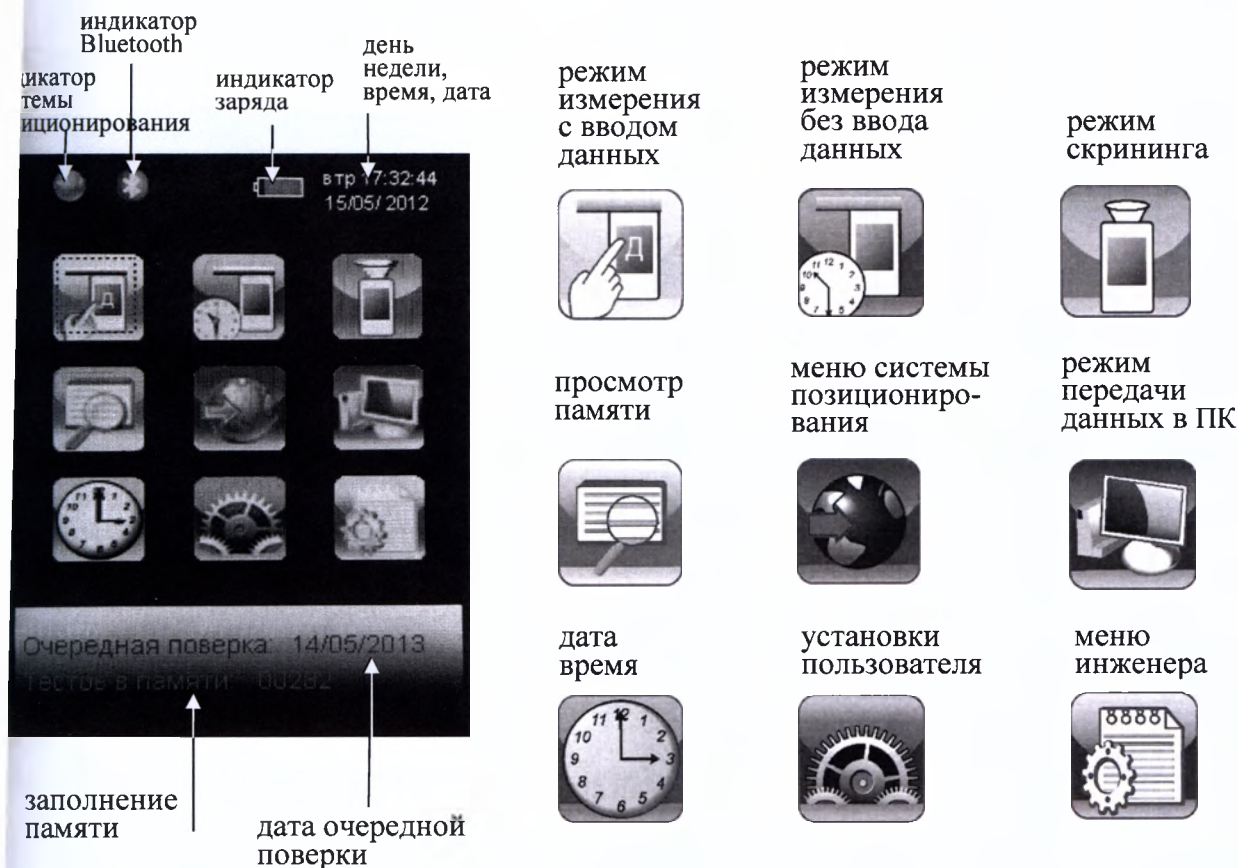

Рисунок 6 – Главное меню анализатора
Включение анализатора производится нажатием на кнопку включения/выключения, удерживая ее до звукового сигнала (1-2 секунды). При этом на экране появляется заставка с сокращенным обозначением анализатора и номером версии программного обеспечения, проводится автотестирование, после чего на экране появляется главное меню анализатора (рис. 6).
2.3.1 При включении анализатора после заставки с сокращенным обозначением анализатора и номером версии программного обеспечения на сенсорном экране появляется главное меню из 9 пунктов-иконок и индикаторов, информирующих об уровне заряда аккумуляторного блока, текущем времени и дате, а также об установлении координат текущего местоположения приемником системы позиционирования и соединения Bluetooth (рисунок 6).
2.5.2 Для входа в меню «Установки пользователя» в главном меню анализатора (рисунок 6) выберите пункт-иконку , касаясь ее стилусом. На сенсорном экране появится окно «УСТАНОВКИ» – меню из 4-х пунктов: